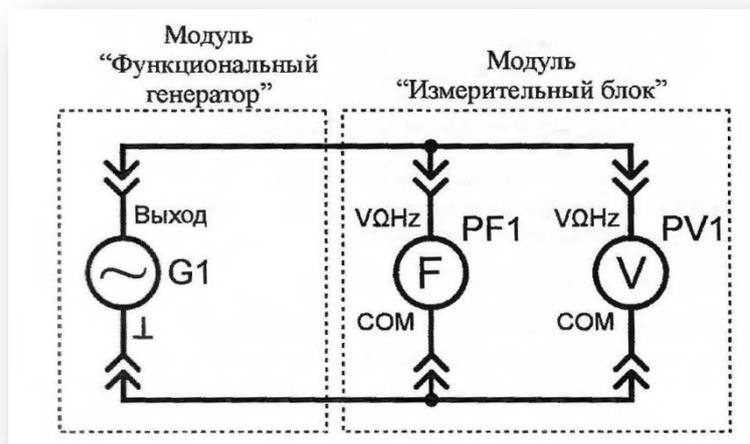

Рис. 10. Схема электрическая соединений лабораторных модулей для измерения частоты
1. Согласно схеме (рис. 10) выполнить электрические соединения модулей для измерения частоты электрического сигнала. Монтаж схемы производить при отключенном питании.